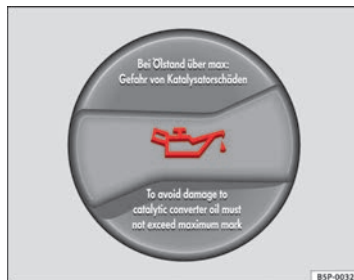

Abb. 168 Deckel der Motoröl-Einfüllöffnung im Motorraum
- Schrauben Sie den Deckel der Motoröl-Einfüllöffnung ab ⇒ Abb. 168.